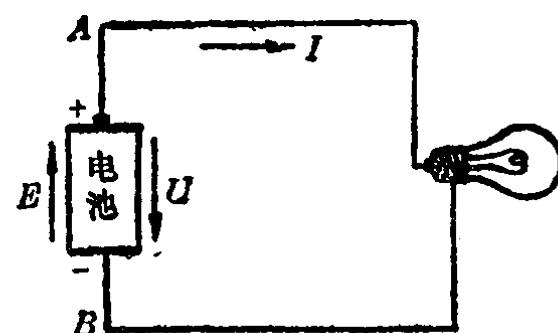

图 1-3
2. 电路中电流的产生，电压与电势：有了电源，又构成了闭合的通路，为什么就能产生电流呢？由于电源的存在，使电路中产生了电位差，因而导线中的电荷向一个方向移动，从而形成电流。例如当如图1-3接成电路时，同电池正极相接的导线A处于高电位，同电池负极相接的导线B处于低电位，因而电路
中产生了电位差，导线中的正电荷就会从 A 处经负载向 B 处移动。但是要使电流连续不断，就需要依靠电源内部的力（这种力通常称为非静电力）的作用，使正电荷不断地从低电位（负极）推到高电位（正极），从而能始终保持 A 点电位比 B 点的电位高。电池之所以具有这种能力，是由于它内部的化学作用，能产生化学力（这就是一种非静电力），推动正电荷移动。这时化学能就转换成电能。电源内部这种能把正电荷从低电位推到高电位的能力，我们称之为电动势（或简称电势），用符号  $E$  来表示。电势  $E$  的大小等于单位正电荷在电源内部力的作用下通过电源时所获得的能量。 $E$  的单位是伏特，或简称伏，符号是 V。电势的方向是从负极（低电位）到正极（高电位）的方向，即电位升高的方向。电源内部有了电势，就能在正极和负极之间保持一定的电位差，这个电位差又叫电压，用符号  $U$  来表示，单位和电势一样，也是伏。电压  $U$  的方向是正极（高电位）到负极（低电位）的方向，即电位降低的方向。应该指出，电势只存在于电源内部，而电压一般是对外部电路而言的。图 1-3 中，分别用箭头标出了  $U$  和  $E$  的方向。有的电压很低，常用毫伏（mV）作单位：
是由原子核和一定数量的电子组成的。原子中的电子围绕着原子核不停地运动着。电子带有负电荷，而原子核带有正电荷。实践证明，正电荷与负电荷相互吸引，而同性电荷之间则互相排斥。通常情况下，原子核的正电荷与周围电子的负电荷在数量上相等，所以对外部的电荷既不吸引，也不排斥，原子对外不显电性。如果原子这个统一体因某种原因而被破坏，两种电荷分离，物体就会显出电性。电路中的电流就是因电源内部力的作用，破坏了原子这个统一体，在金属导线中带有负电荷的电子按一定方向移动而形成的。习惯上规定正电荷运动的方向作为电流的方向，即和电子运动的方向相反。电流通常用符号  $I$  来表示，在图1-3中也用箭头标出了电流的方向。电流的大小是以单位时间内导体截面上移过多少电量来衡量的。如果单位时间内在导体截面上移过的电量多，电流就大。